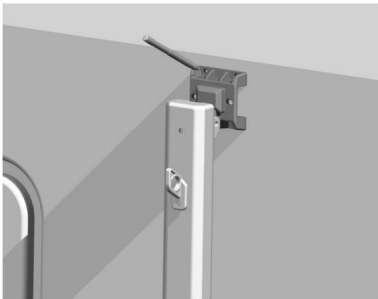
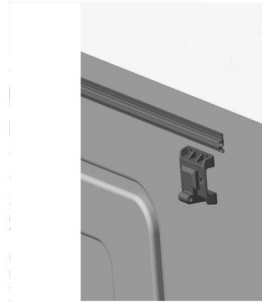

Abbildung C6
Abbildung C7
3.2 Nehmen Sie den Stützarm, markieren Sie damit die Lochposition an einer geeigneten Stelle an der Außenseite des Fahrzeugs (Abbildung C6) und bohren Sie ein Montageloch mit  $\varnothing 5$  in die Fahrzeugkarosserie (Abbildung C7).